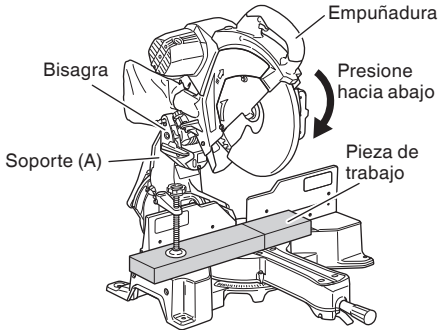

Fig. 25
Deslice la bisagra hacia abajo hasta el soporte (A), y después apriete la perilla de inmovilización de deslizamiento (vése la Fig. 2) como se indica en la Fig. 25.